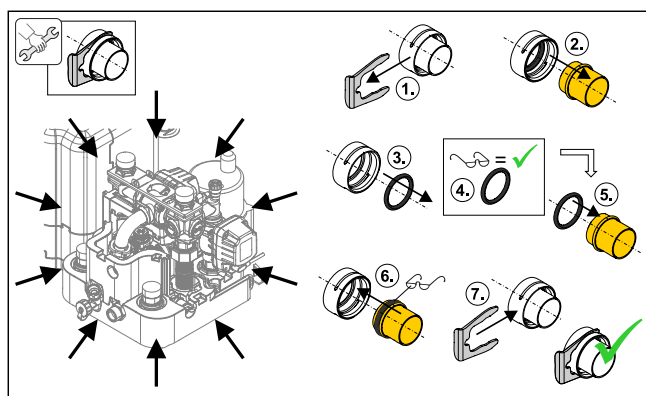

Fig. 4-21 Conexiones enchufables hidráulicas
- Antes de montar y después de desmontar una conexión enchufable, colocar siempre las juntas tóricas en la parte donde se vaya a enchufar (véase Fig. 4-21).